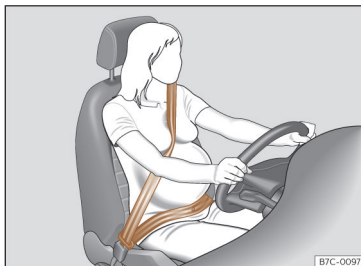

Fig. 40 Ajustement recommandé de la sangle de ceinture de sécurité pour les femmes enceintes.
Dans le cas des **femmes enceintes**, la ceinture de sécurité doit passer de manière uniforme sur le buste et à plat le plus bas possible devant le bassin pour ne pas faire pression sur le ventre ; en outre, elle doit être utilisée pendant toute la grossesse >>> fig. 40.
- Dans le cas des femmes enceintes, la sangle sous-abdominale de la ceinture de sécurité doit passer le plus bas possible devant le bassin, à plat et « en contournant » le ventre >>> fig. 40.